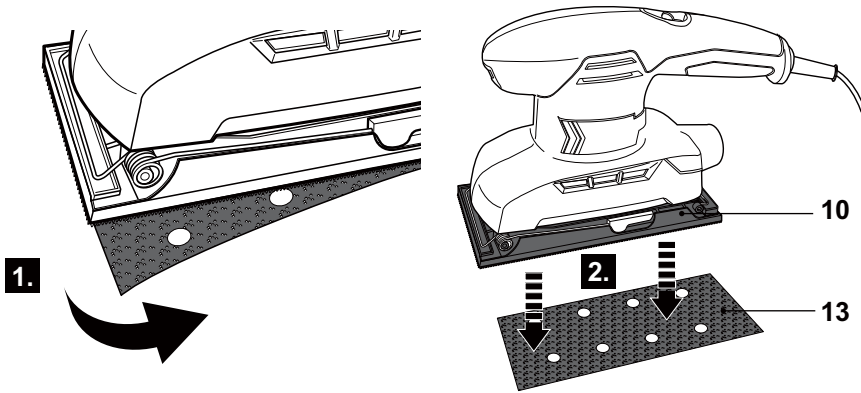

Fig.2
- > Sujete el borde del papel de lijado (13) y tire de él para retirarlo de la placa base (10) (Fig.2).